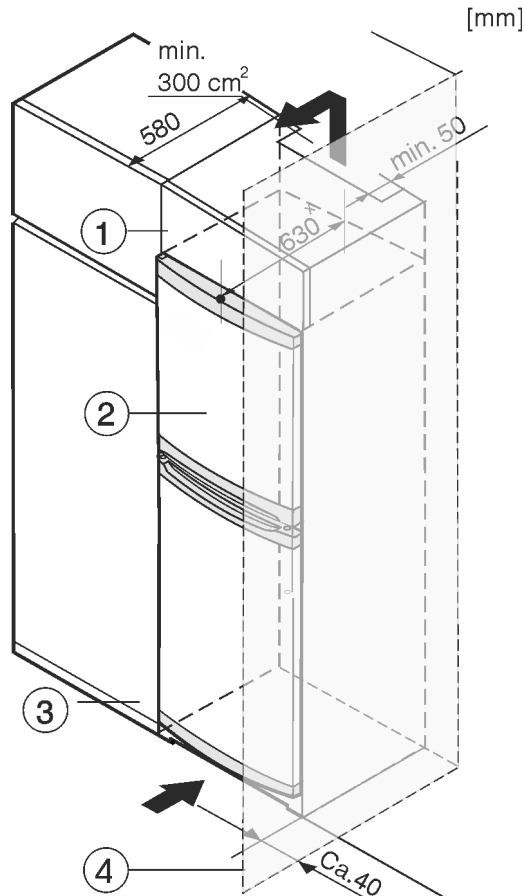

Fig. 8
- (1) Rátétszekrény
- (2) Berendezés
- (3) Konyhaszekrény
- (4) Fal
A készüléket körbe lehet építeni konyhaszekrényekkel. Rá lehet szerelni *Fig. 8 (2)* egy rátétszekrényt, hogy a készüléket a konyhabútorok magasságához *Fig. 8 (1)* igazítsa.
Ha (max. 580 mm mélységű) konyhaszekrényekkel építi körül, akkor a berendezést közvetlenül a konyhaszekrény *Fig. 8 (3)* mellett is felállíthatja. A készülék oldalirányban 34 mm^x, a közepétől pedig 50 mm^x távolságban nyúlik túl a konyhaszekrény előlapjához képest.
Mikor a berendezést a csuklópántokkal egy fal *Fig. 8 (4)* mellett állítja fel, akkor a berendezés és a fal közti távolság legalább 40 mm legyen. Ez nyitott ajtó esetén megfelel a fogantyú túlnyúlásának.